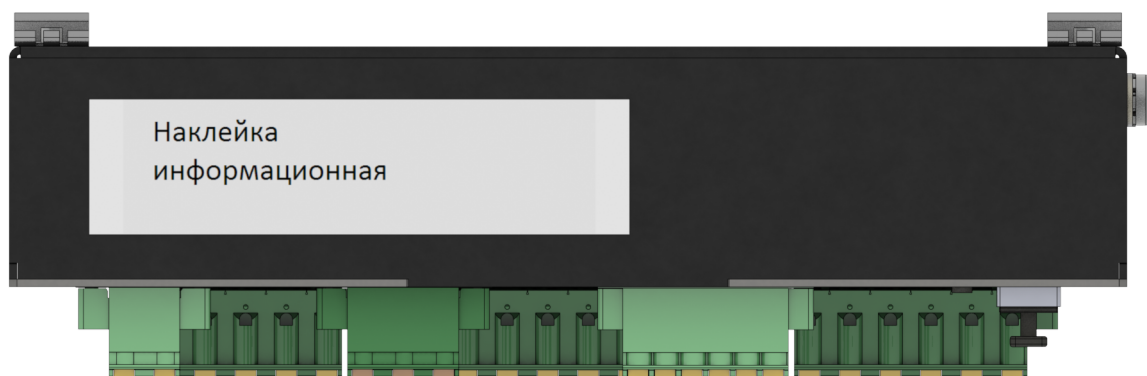

Рисунок 1.2 – Место расположения информационной наклейки
1.6.1 Устройство имеет табличку со стойкой маркировкой, расположенной на внешней поверхности корпуса (см. рис. 1.2). Внешний вид таблички приведен в приложении Г.